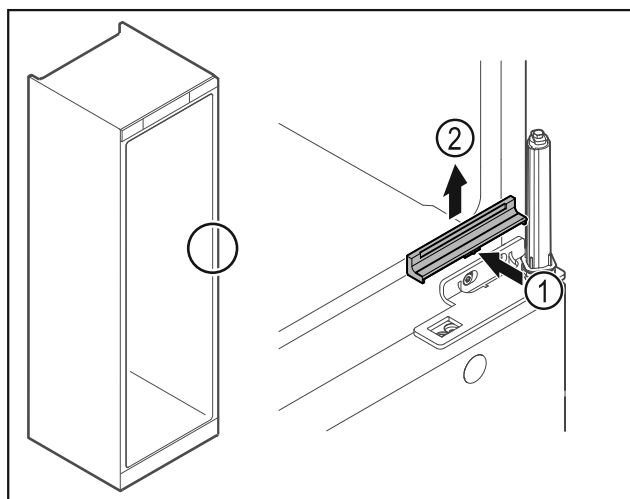

Fig. 33
- Appuyer légèrement sur le centre du cache Fig. 33 (1) et le retirer par le haut Fig. 33 (2).